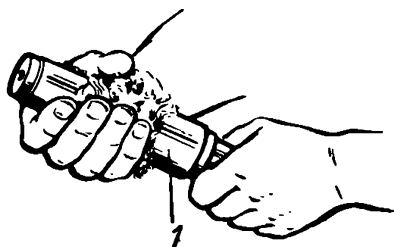

Рис. 1
1. Протереть конические хвостовики переднего и заднего центров. Перед установкой центров тщательно протереть конические отверстия шпинделя и пиноли задней бабки ранее изученными приемами (см. упражнение 1.3, задание I инструкционной карты 2).левой рукой взять центр за цилиндрическую его часть (рис. 1), а правой рукой протереть конический хвостовик 1 обтирочным материалом.